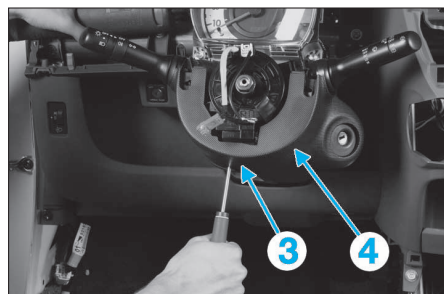

FIG. 6
• Déposer la vis de fixation (3) et la coquille inférieure (4) (fig. 6).